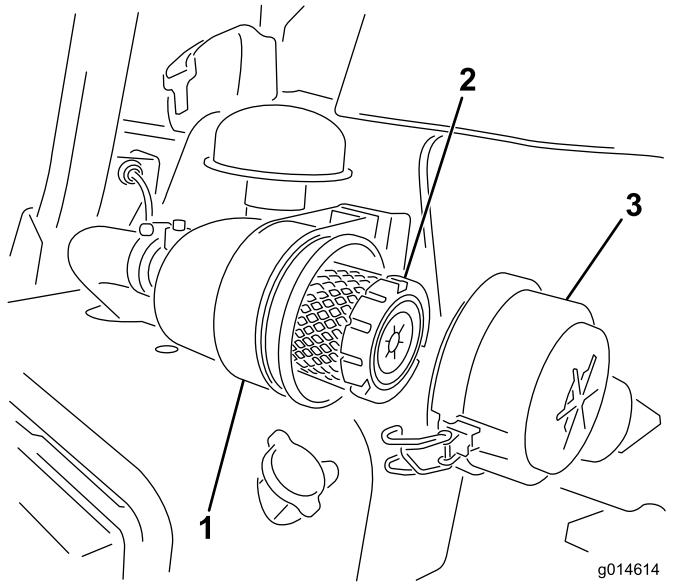

Figure 23
1. Desserrez les attaches qui fixent le couvercle sur le boîtier du filtre à air (Figure 23).
- Fermez les verrous (Figure 23).